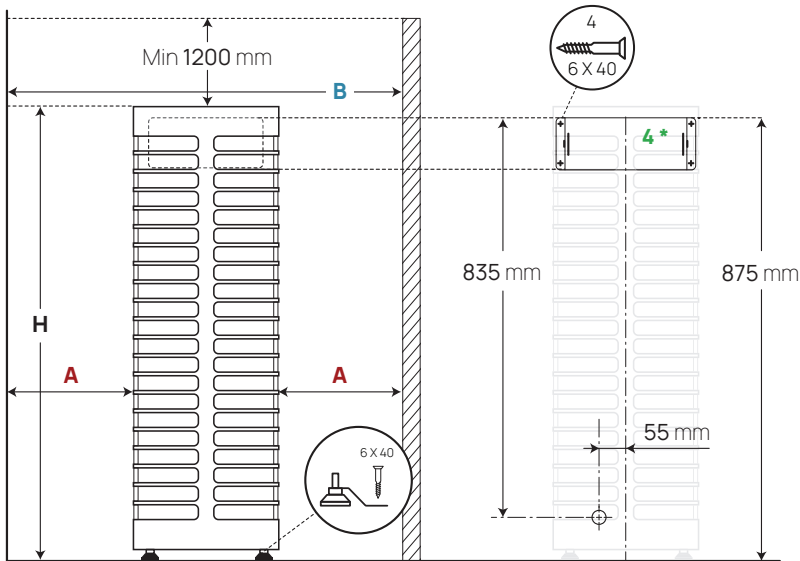

Рисунок 1. Размещение каменки
- Прикрепите модель **HUUM STEEL Mini 4** к стене парной с помощью панели для крепления к стене, входящей в комплект поставки. См. **Рисунок 1**.